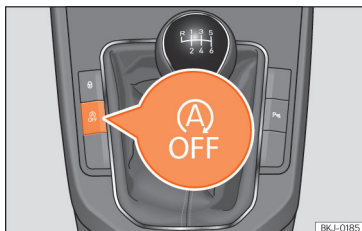

Fig. 135 Consola central: botão do sistema Start/Stop.
- Para desligar/ligar manualmente o sistema Start-Stop, pressione o botão » **Fig. 135**.